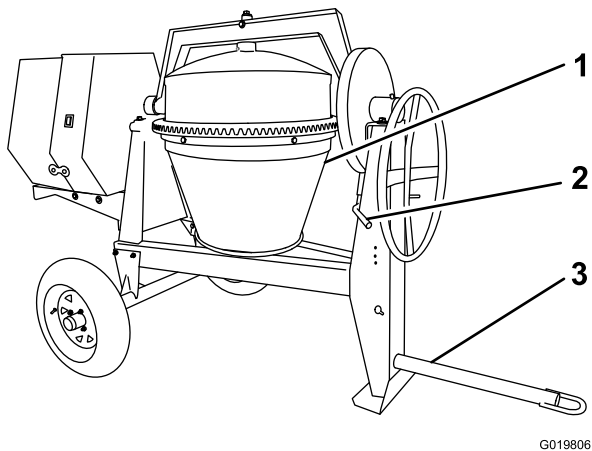

Figura 15
2. Usando el volante, posicione el tambor hacia abajo, hacia el suelo (Figura 15).